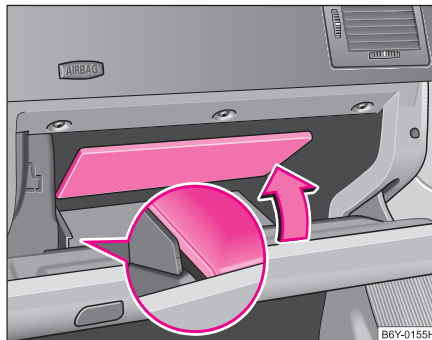

Abb. 75 Ablagefach:
Im Innenraum der Ablage befindet sich unter der klappbaren Trennwand* ein weiterer Ablageraum ⇒ Abb. 75.
- Fassen Sie die Trennwand am Randteil bzw. an der Aussparung an und klappen diese in Pfeilrichtung auf ⇒ Abb. 75.